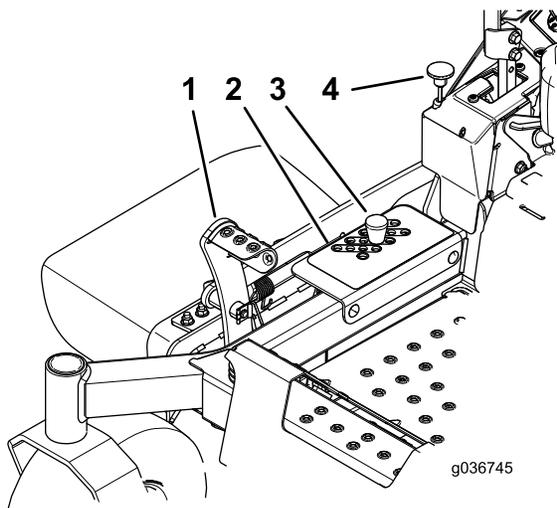

Figure 29
de coupe de 127 mm [5 po]), comme montré à la Figure 29.
3. Pour changer la hauteur de coupe, retirez l'axe du support de hauteur de coupe (Figure 29).
4. Placez la goupille dans le trou du support correspondant à la hauteur de coupe voulue (Figure 29).